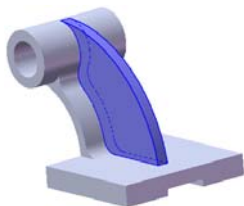
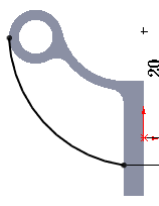

图 3.32.11 筋 1
图 3.32.12 横断面草图
Step7. 创建图 3.32.11 所示的零件特征——筋 1。选择下拉菜单 **插入(I)** → **特征(F)** → **筋(R)**... 命令；选取右视图作为草图基准面，绘制截面的几何图形（即图 3.32.12 所示横断面草图中的曲线）；在“筋”对话框的 **参数(P)** 区域中单击 **两侧** 按钮，输入筋厚度值 8.0，在 **拉伸方向:** 下单击 **反向材料方向(O)** 复选框；单击 **确定** 按钮，完成筋 1 的创作。